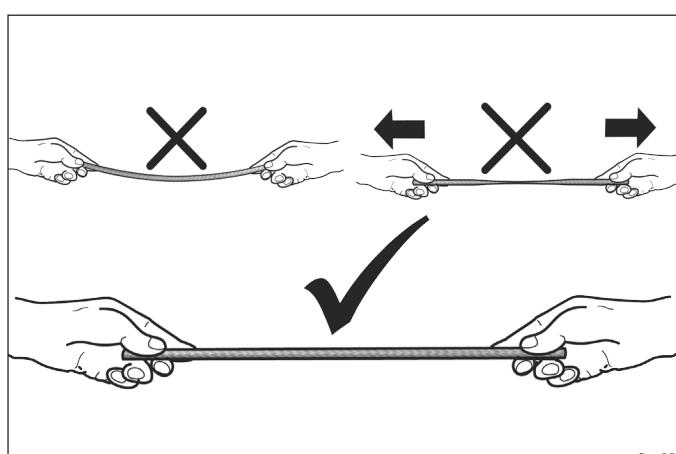

fig. 25
- Mentre si posa la guarnizione assicurarsi che non penzoli, né sia pressata leggermente (fig. 25).